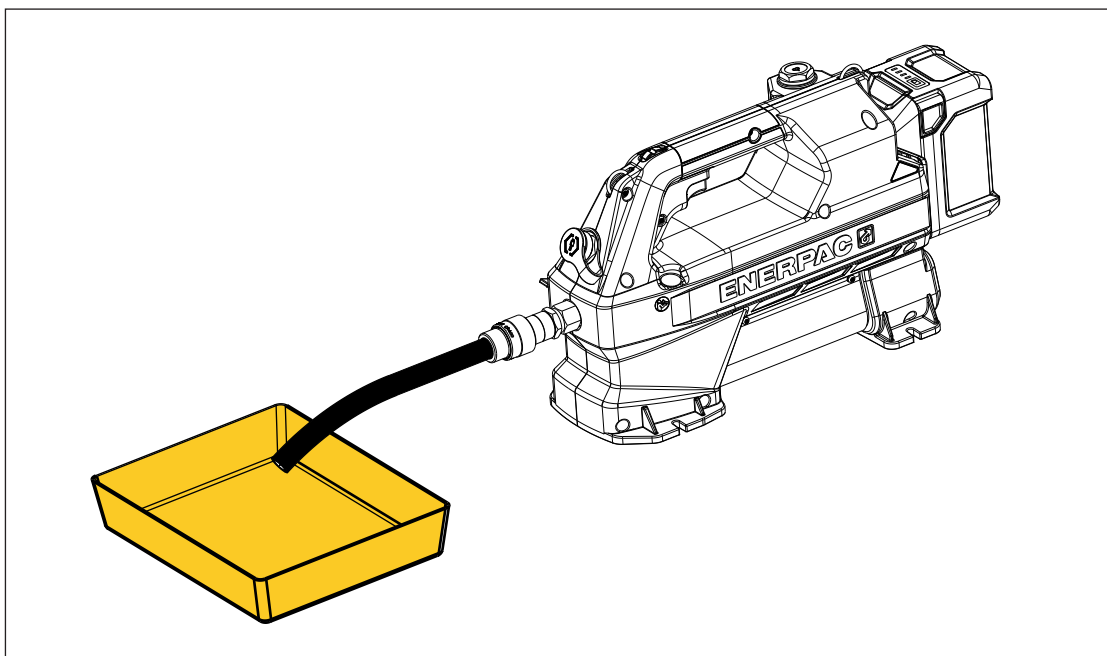

Figura 15: Golirea rezervorului hidraulic
7. Porniți comutatorul de alimentare al pompei (I).
8. Trageți butonul de pornit/oprit în sus pentru a porni motorul pompei și începeți să goliți rezervorul. Lăsați motorul să funcționeze în continuare până când nu mai curge ulei din furtunul cu capăt deschis. Apoi, eliberați butonul de pornit/oprit. Consultați Figura 15.